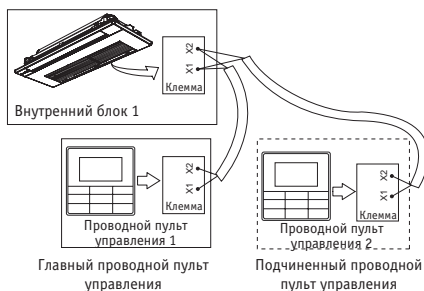

Рис. 8.7
- Используйте один или два (один главный и один подчиненный) проводных пульта ДУ для управления одним внутренним блоком (рис. 8.7);